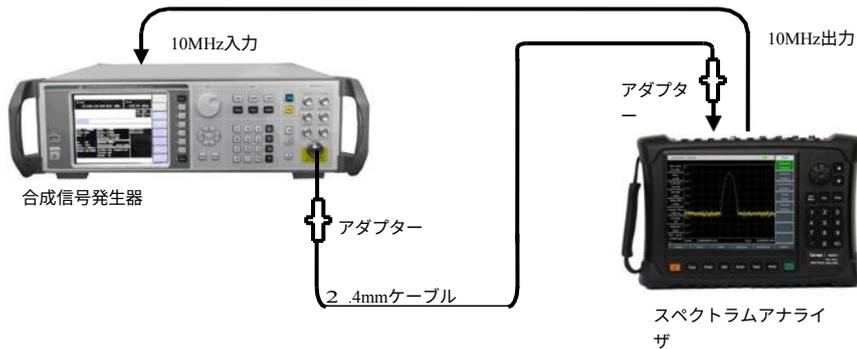

図12-6 解像度帯域幅変換の不確か性の設定
1) 図12-6に示すように測定機器を接続します。スペクトラムアナライザは、1464C合成信号発生器の周波数基準を提供します。